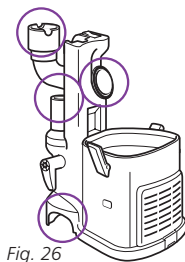

Fig. 26
- Retirez le récipient à poussière et le tube de rallonge, et séparez le récipient amovible de la brosse à plancher motorisée. Regardez dans les 4 ouvertures pour voir s'il s'y trouve des obstructions. **(Fig. 26)**